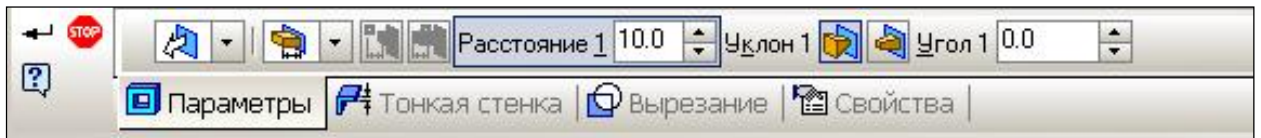

Рис. 12.11. **Панель свойств** операции **Вырезать выдавливанием**.
2.7. На **Панели свойств** операции (рис. 12.11) установите: